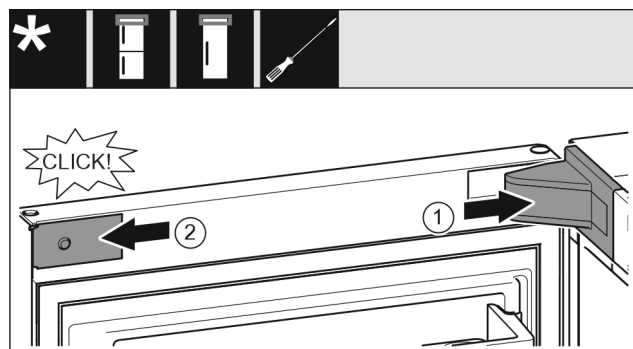

Fig. 24
- Nasadíte kryt ložiskovej konzoly Fig. 24 (1) a zaklapnete, príp. opatrne roztlačíte.
- Nasadíte kryt Fig. 24 (2) z boku a zaklapnete ho.